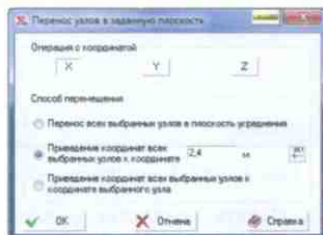

Рис. 6.2-15. Диалоговое окно **Перенос узлов в заданную плоскость**
Если на схеме нет выбранных узлов, то доступен только один пункт меню. С его помощью выполняется перенос выбранных узлов в плоскость, параллельную одной из плоскостей общей системы координат. Настройка операции выполняется в одноименном диалоговом окне (рис. 6.2-15).
- в диалоговом окне **Перенос узлов в заданную плоскость** (рис. 6.2-15) в группе **Операция с координатой** назначить координату;